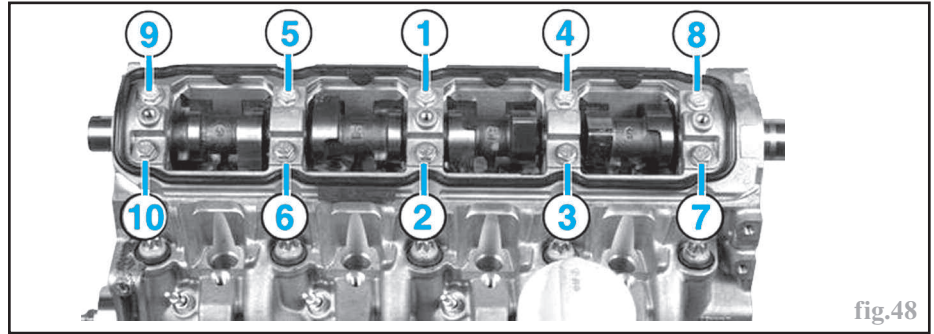

fig.48
- déposer le carter-chapeaux de paliers d'arbre à cames, en le desserrant progressivement par passes successives et dans l'ordre inverse du serrage prescrit (fig.48),
- serrer les vis de fixation du carter-chapeaux de paliers d'arbre à cames en respectant l'ordre et le couple de serrage prescrits (fig.48),